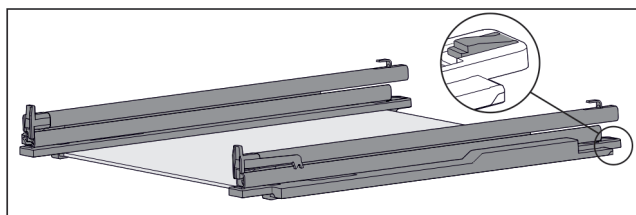

Fig. 50 Стекла́нная пластина с направляющими и крепежными элементами
- ▶ Крепежный элемент сзади прижмите вниз (см. Fig. 50) и одновременно отодвиньте направляющую назад.